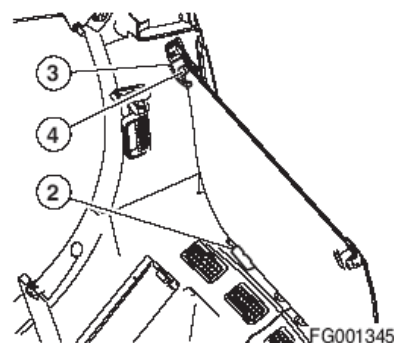

Рис. 138
2. Установить нижнее стекло в резиновые держатели (2, рис. 138), расположенные за сиденьем водителя. Прикрепить окно правой и левой ручками (3) нажатием кнопки (4).